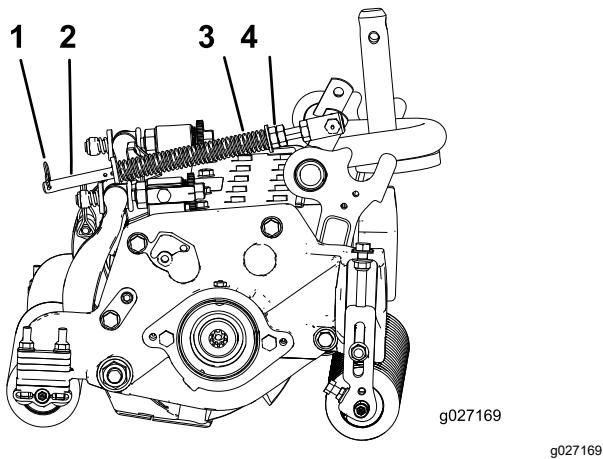

Figura 14
compressa della molla non è di 15,9 cm (Figura 14).
1. Verificate che la coppia sia montata nel foro posteriore dell'asta della molla (Figura 14).